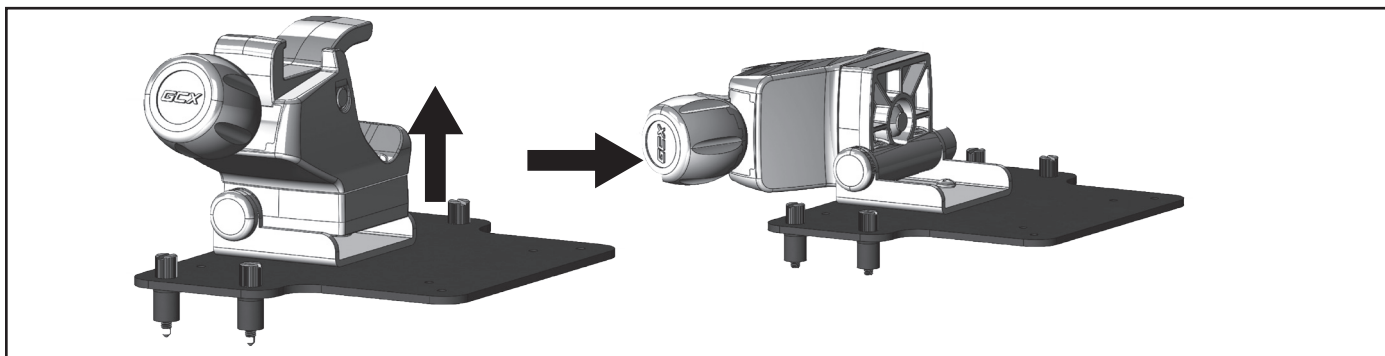

Figura 17. Aprire il meccanismo girevole
2. Aprire il meccanismo girevole del morsetto per asta portaflebo di 90° come mostrato in Figura 17.